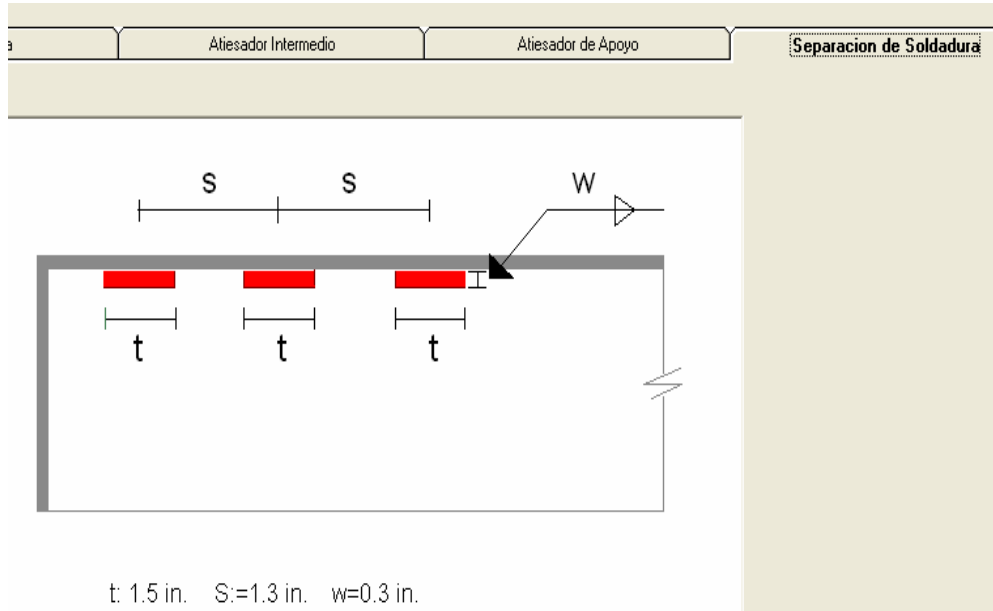

Figura 6.18 Dimensiones de Soldaduras.
5. Las soldaduras se observan en la Figura 6.18.